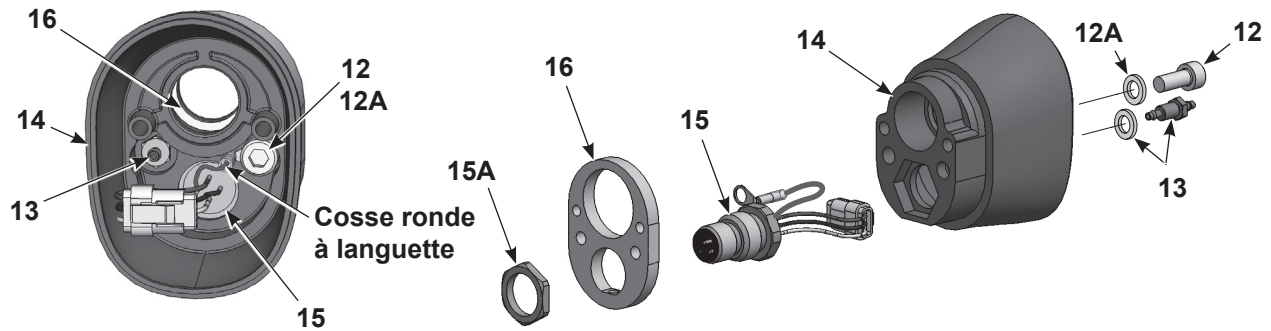

Figure 21 Démontage du pistolet à fixation sur tube 5 sur 5
18. Voir la Figure 21. Pour démonter l'arrière du corps, retirer la vis (12) et le raccord cannelé (13) de l'intérieur de l'arrière du corps du pistolet (14). Une clé hexagonale de 3 mm et une douille profonde 1/4" sont nécessaires.
19. Retirer l'écrou (15A) de la prise, retirer la plaque de mise à la terre (16) de l'arrière du corps du pistolet et faire passer le faisceau de la prise à travers le corps.